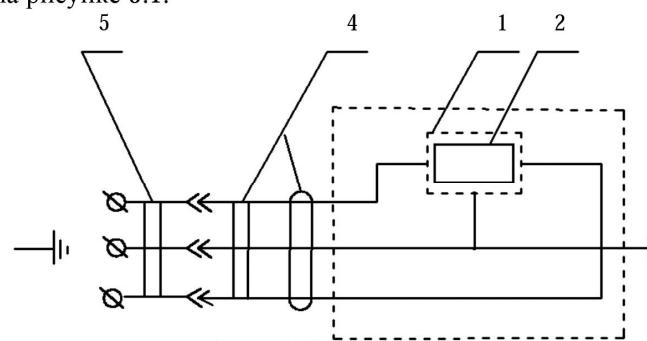

Рис.5.2 Электрическая схема
4.3 Подключение электроподогревателя (как электроприбора класса защиты I) допускается только к 3-х проводной однофазной питающей сети 220 В (см. рис. 5.2).